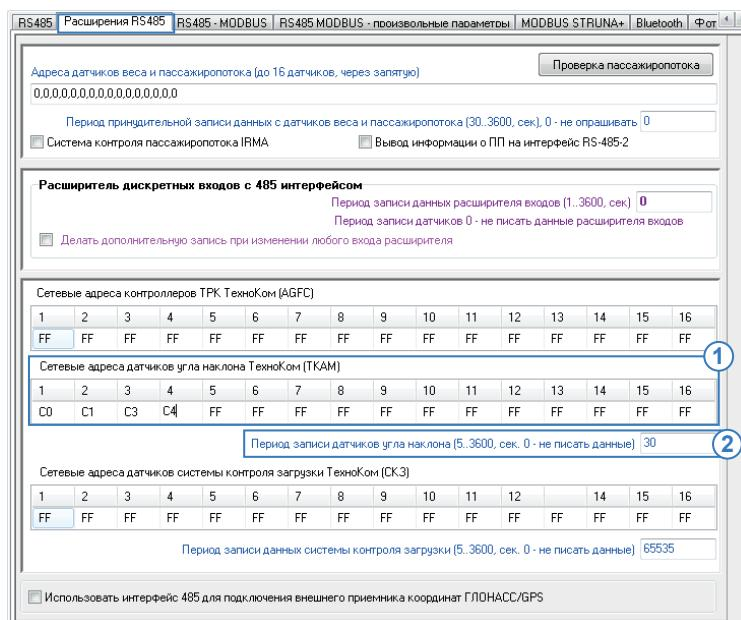

Рис.19. Настройка шины RS-485 контроллера АвтоГРАФ для подключения датчиков ТКАМ.
- введите адреса датчиков ТКАМ, которые подключаются к контроллеру АвтоГРАФ в таблицу «Сетевые адреса датчиков угла наклона ТехноКом (TKAM)» (Рис.19, п.1). Диапазон
- задайте период записи данных с датчиков ТКАМ, подключенных по шине RS-485, в поле «Период записи датчиков угла наклона» (**Рис.19, п.2**). Минимальный период записи 5 секунд, максимальный – 3600 секунд, период 0 – отключает запись данных с датчиков угла наклона ТКАМ.
- **TKAMOut1(channel)** – параметр типа boolean (логический), возвращающий состояние Выхода 1 датчика ТКАМ; channel – это порядковый номер датчика от 1 до 16. Порядковый номер датчика задается в настройках контроллера АвтоГРАФ (**Рис.19**) – это номер ячейки с адресом датчика.
- **TKAMOut2(channel)** – параметр типа boolean (логический), возвращающий состояние Выхода 2 датчика ТКАМ; channel – это порядковый номер датчика от 1 до 16. Порядковый номер датчика задается в настройках контроллера АвтоГРАФ (**Рис.19**) – это номер ячейки с адресом датчика.
- **TKAMAngle(channel)** – параметр типа double, возвращающий угол наклона, измеренный датчиком ТКАМ; channel – это порядковый номер датчика от 1 до 16. Порядковый номер датчика задается в настройках контроллера АвтоГРАФ (**Рис.19**) – это номер ячейки с адресом датчика.
- **TKAMVibration(channel)** – параметр типа int, возвращающий уровень вибраций в %, измеренный датчиком; channel – это порядковый номер датчика от 1 до 16. Порядковый номер датчика задается в настройках контроллера АвтоГРАФ (**Рис.19**) – это номер ячейки с адресом датчика.
- **TKAMTemperature(channel)** – параметры типа int, возвращающий значение температуры, измеренное датчиком; channel – это порядковый номер датчика от 1 до 16. Порядковый номер датчика задается в настройках контроллера АвтоГРАФ (**Рис.19**) – это номер ячейки с адресом датчика.
- **TKAMRoulis(channel)** – параметр типа double, возвращающий угол крена; channel – это порядковый номер датчика от 1 до 16. Порядковый номер датчика задается в настройках контроллера АвтоГРАФ (**Рис.19**) – это номер ячейки с адресом датчика.
- **TKAMTangage(channel)** – параметр типа double, возвращающий угол тангажа; channel – это порядковый номер датчика от 1 до 16. Порядковый номер датчика задается в настройках контроллера АвтоГРАФ (**Рис.19**) – это номер ячейки с адресом датчика.